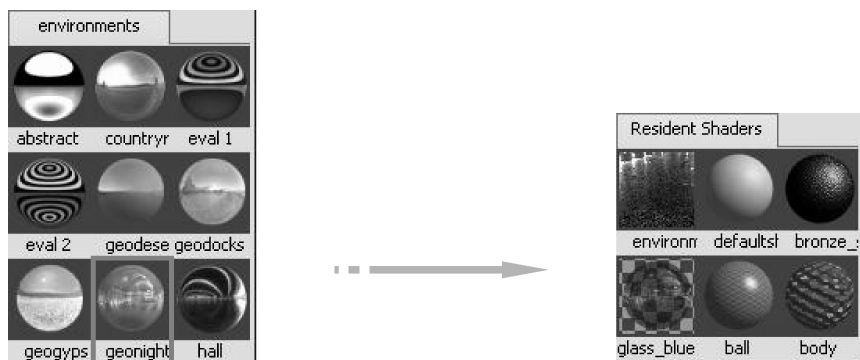

图 6-65 添加环境
- 05 在材质库中的【Environment】标签中双击【GeoNightPlaza】图标，将该环境添加到场景中，如图 6-65 所示。